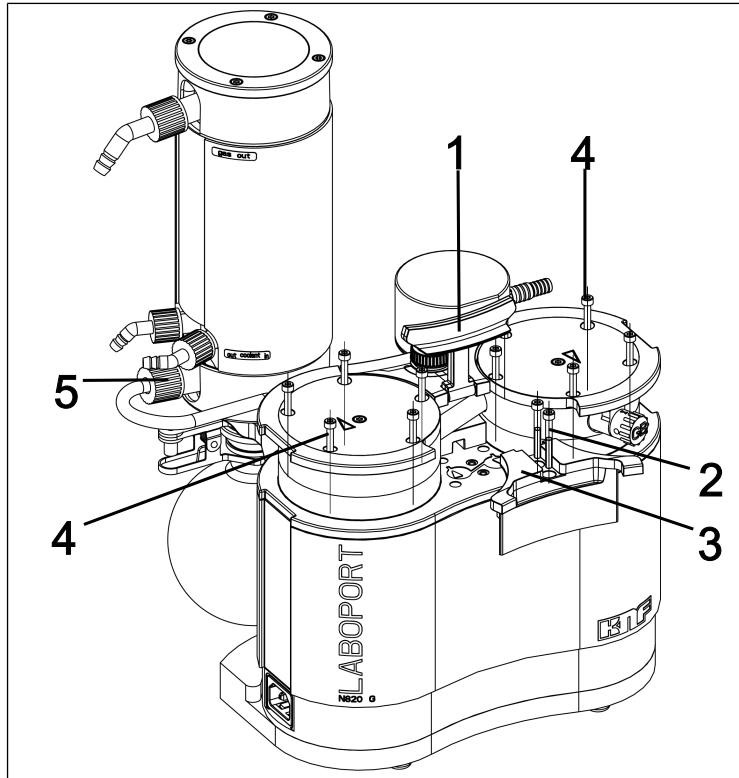

Fig.12: Desmontaje de la cubierta del asa
3. Aflojar la tuerca de unión de la conexión de manguera (5/ Fig. 12) del componente del sistema de vacío.
4. Poner el asa (1/Fig. 12) en posición vertical.
5. Aflojar los dos tornillos (2/Fig. 12) de la cubierta del asa (3/Fig. 12).
6. Retirar la cubierta del asa (3/Fig. 12).
7. Aflojar los 10 tornillos con cabeza exteriores (4/Fig. 12) de los dos cabezales de la bomba.
8. Extraer los 10 tornillos con cabeza exteriores (4/Fig. 12) de los dos cabezales de la bomba.
1. Hacer una marca continua con un lápiz en la placa de presión (2), la tapa del cabezal (3) y la placa intermedia (6). Esto evita el montaje posterior incorrecto de las piezas.
2. Extraer los tornillos exteriores (4/Fig. 12) de los cabezales de la bomba.
9. Colocar los 10 tornillos exteriores (4/Fig. 12) en el cabezal de la bomba y apretarlos de forma cruzada (par de apriete: SH/SR820G: 4 Nm; SR/SR840G: 5 Nm)
i Si no se utilizan tornillos exteriores (4/Fig. 12) en el cabezal de la bomba, soltar el tornillo con cabeza interior (1) y comprobar el asiento de la tapa del cabezal (3) en la placa intermedia (6).
11. Apretar a mano la tuerca de unión de la conexión de manguera (5/Fig. 12) del condensador de alto rendimiento (2/ Fig. 3).
1. Montar la cubierta del asa (3/Fig. 12).
2. Apretar los tornillos (2/Fig. 12) de la cubierta del asa (3/Fig. 12) (par de apriete: 2 Nm).